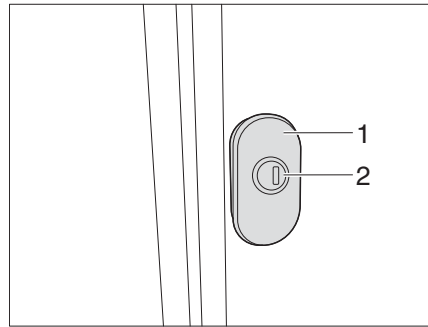

Fig. 50 Cerradura tensora giratoria (variante 1)
- Introducir la llave en el cilindro de cierre (Fig. 50/51,1) y girarla un cuarto de vuelta. Se desbloqueó la cerradura de la trampa.
- Tirar de la cerradura tensora giratoria (Fig. 50/51,2) y girarla 180° en sentido contrario a las agujas del reloj. La trampa exterior está abierta.